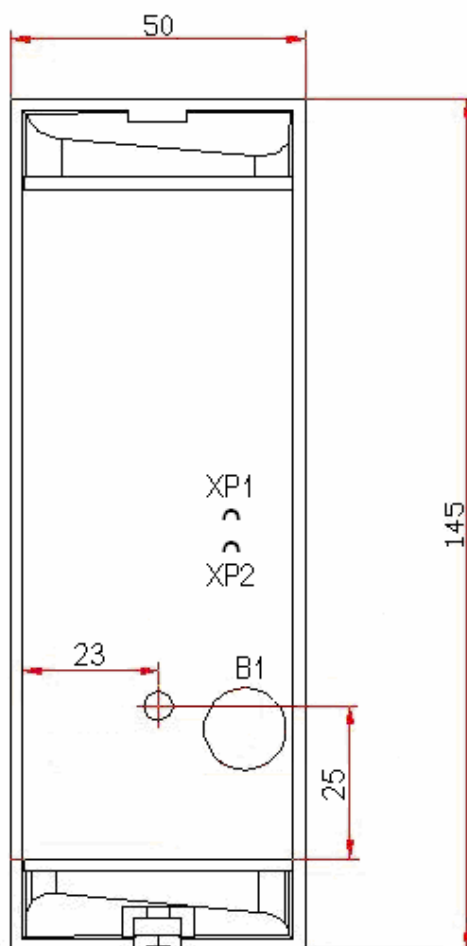

Рис. 3 Расположение пьезоэлемента (B1), перемычки “номер считывателя” (XP2) и перемычки “отключение концевого резистора” (XP1)
5.4. Ослабьте винт, расположенный в нижней части корпуса считывателя и крепящий его к металлическому основанию. Снимите металлическое основание и закрепите его с помощью четырех шурупов. При необходимости изменить номер считывателя перекусите кусачками перемычку «номер считывателя» (расположение перемычек приведено на рис. 3). Если данный считыватель не является конечным устройством на линии связи интерфейса RS-485 подключения периферии, то необходимо отключить на нем концевой резистор, для чего перекусите кусачками перемычку «отключение концевого резистора». Учтите, что в этом случае необходимо будет установить концевые резисторы по реальным концам линии связи интерфейса RS-485. Пропустите кабель считывателя через предназначенное для него отверстие на установочной поверхности. Установите считыватель на металлическое основание и закрепите на нем с помощью винта, расположенного в нижней части корпуса считывателя.